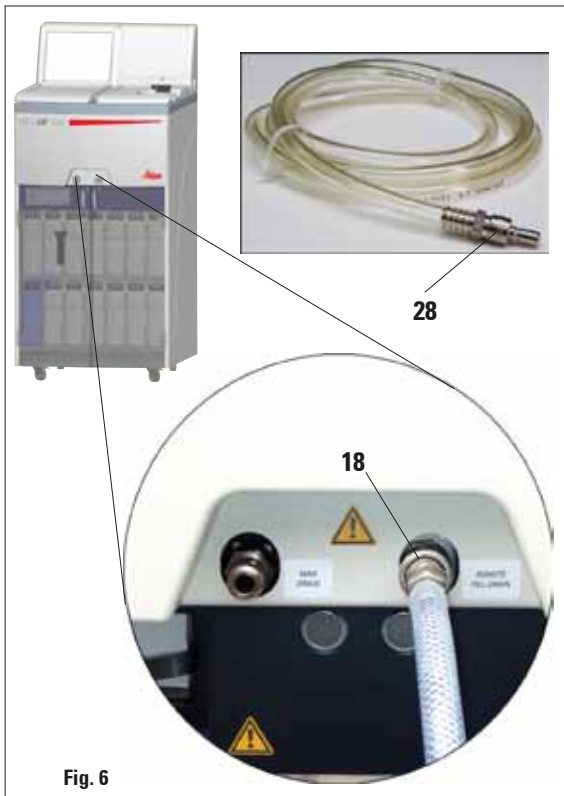

Fig. 6
- Conectar el tubo según se muestra en la Fig. 6.